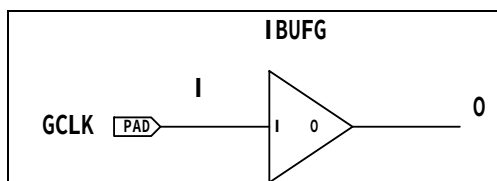

图4-78 IBUFG 示意图
- (1) IBUFG 即输入全局缓冲，是与专用全局时钟输入管脚相连接的首级全局缓冲。所有从全局时钟管脚输入的信号必须经过 IBUFG 单元，否则在布局布线时会报错。IBUFG 支持 AGP、CTT、GTL、GTLP、HSTL、LVCMOS、LVDCI、LVDS、LVPECL、LVTTL、PCI、PCIX、SSTL 等多种格式的 IO 标准。图 4-78 所示为 IBUFG 示意图。